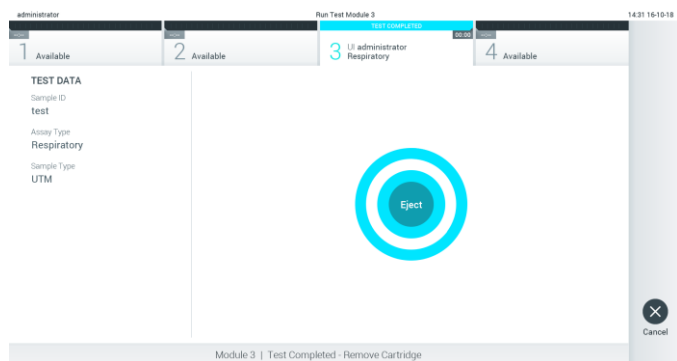

Figura 29. Exibição da tela Eject (Ejetar).
10. Após a conclusão da execução do teste, a tela Eject (Ejetar) é exibida (Figura 29). Pressione  Eject (Ejetar) na tela sensível ao toque para remover o cartucho de ensaio QIAstat-Dx e descartá-lo como lixo perigoso em conformidade com todas as leis e regulamentos de saúde e segurança locais, estaduais e nacionais para resíduos perigosos.